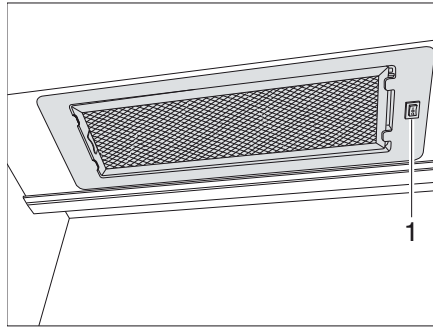

Fig. 137 Hotte aspirante
- Allumer et éteindre la hotte aspirante avec l'interrupteur (Fig. 137,1).